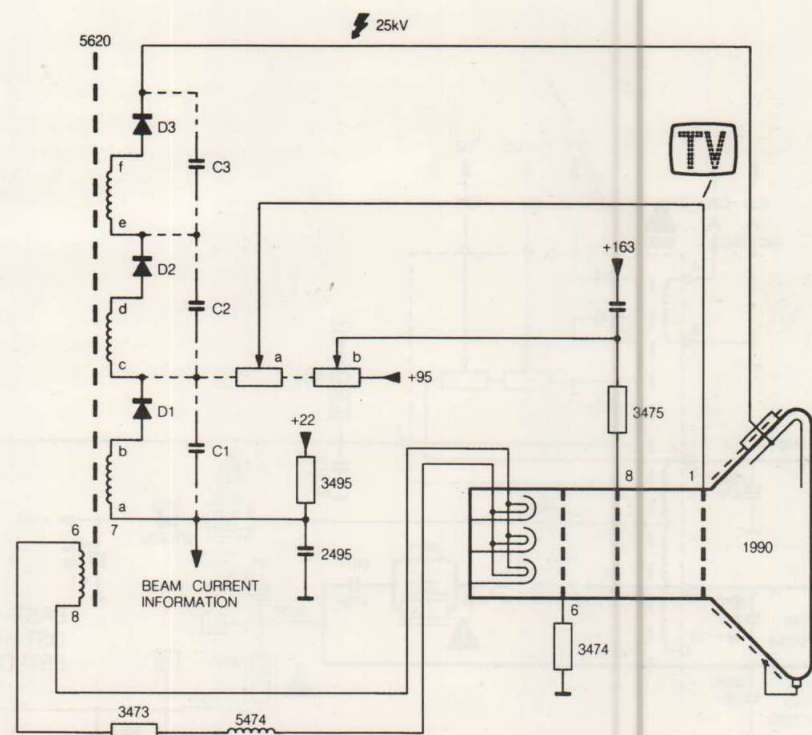

Fig. 12.5
12.3 De hoogspanning (fig. 12.5)